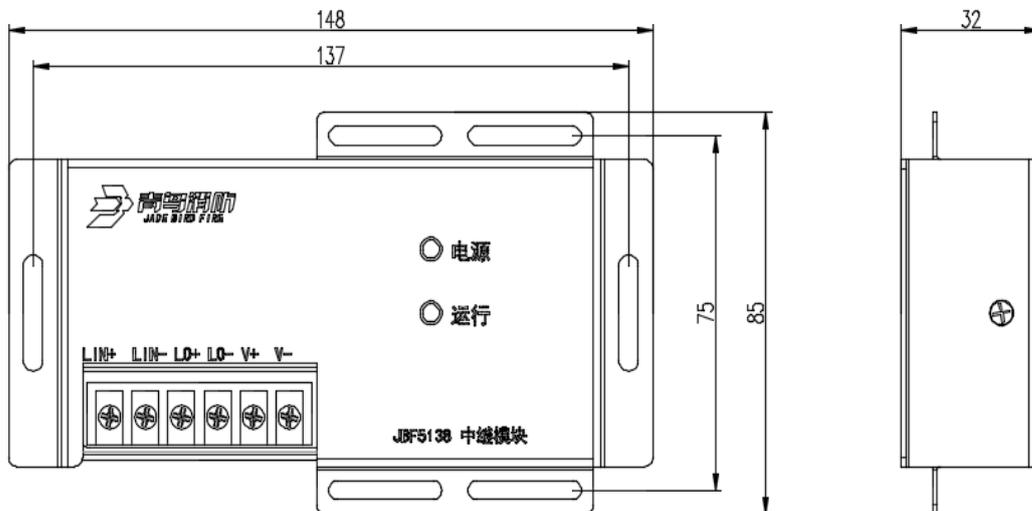

图 1 外形及安装尺寸图
- 外形及安装尺寸如图 1 所示：
- 中继模块的接线方法如下所示（实物接线端子标注见图 1）：